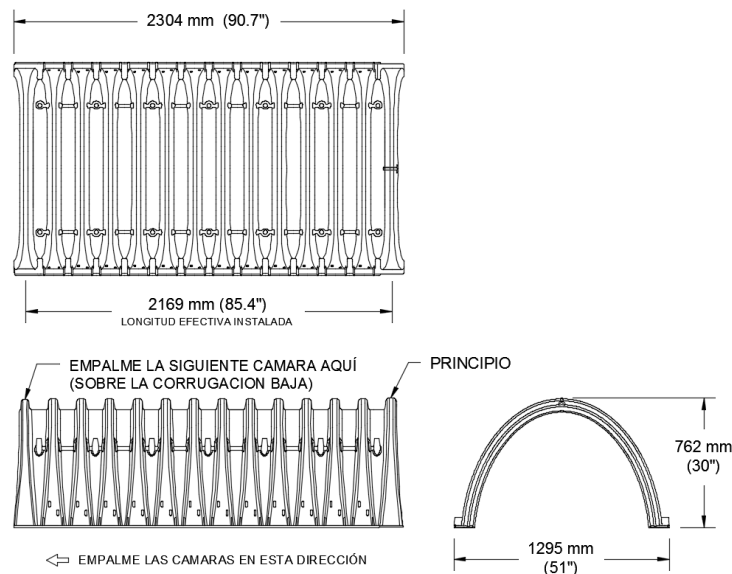

Figura 3. Dimensiones de la cámara SC-740
- La forma es de arco simétrico alrededor de la corona, con el fondo abierto, mostradas en la Figura 3.
- Las paredes de las cámaras están corrugadas y tienen pies integrales para el soporte de la base (ver Figura 3).